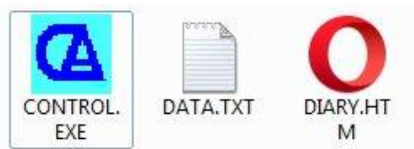

Рисунок 5 – Окно монитора с отображением содержания съёмного диска
- через несколько секунд после включения прибора система ПК (ОС Windows XP и выше) обнаружит его подключение. В разделе «Мой компьютер» появится новый съемный диск. На экране ПК отобразится окно (рисунок 5).